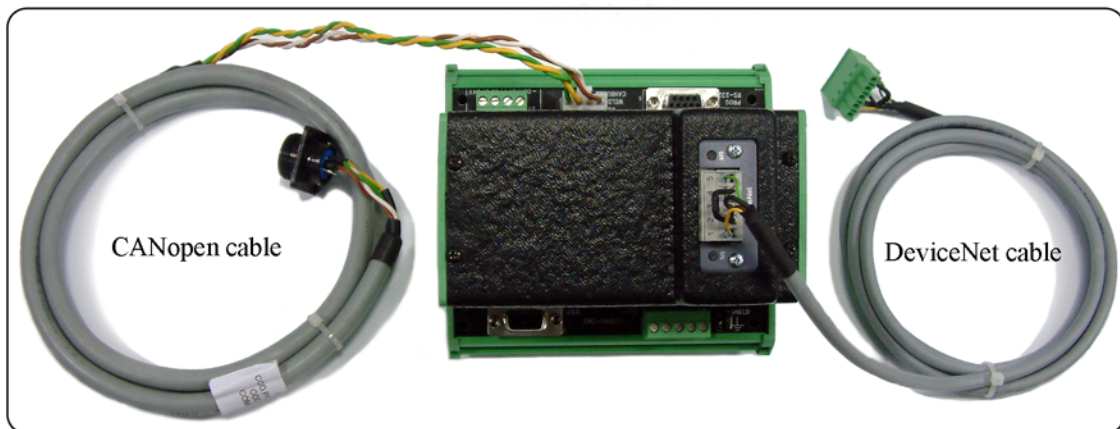

fig. 3
3.1 Composición art. 107.02 (fig. 3).